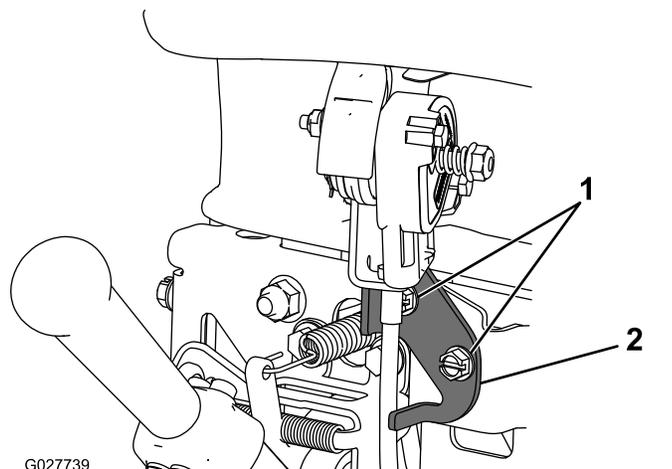

Рисунок 28
- Ослабьте две крепежных детали рычага дроссельной заслонки (Рисунок 28).